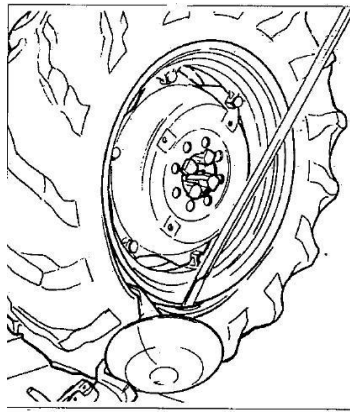

Рис. 7.11
- 5) Вставить рычаг LA (см. рис. 7.11) между ободом колеса и бортом справа от монтажной головки.